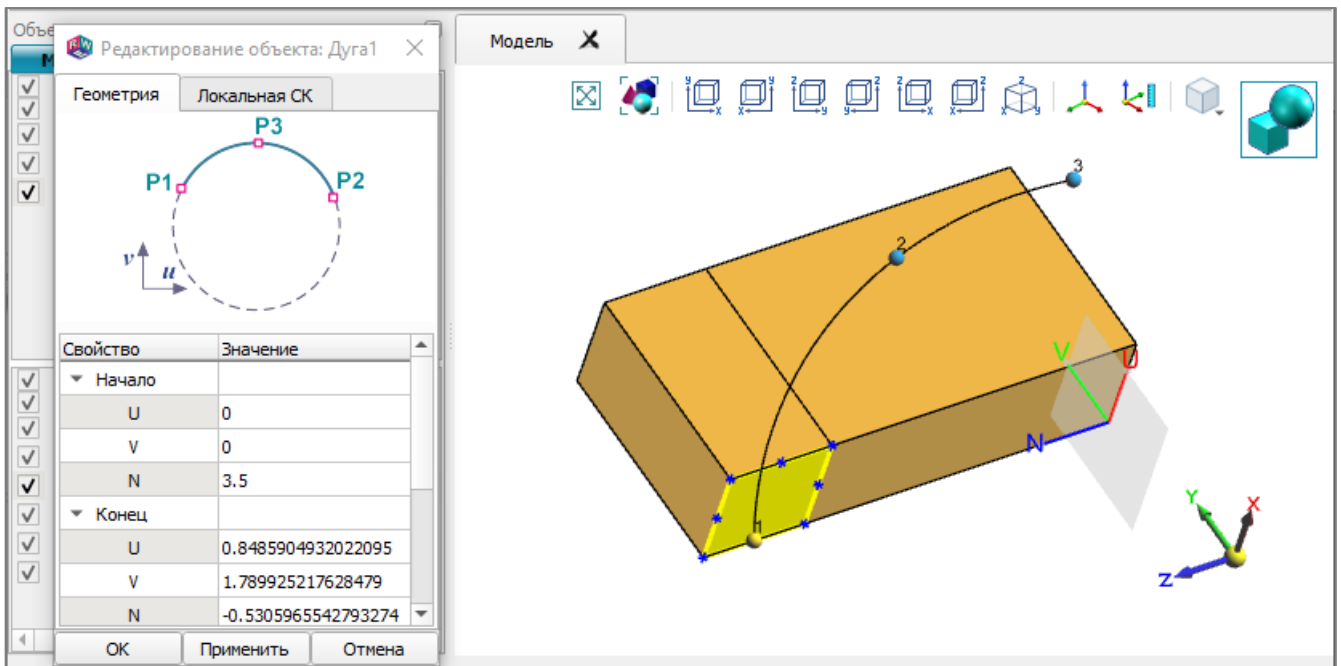

Рис. 26
3) для интерактивного редактирования координат точек дуги «захватить» точку курсором + левая кнопка мыши и переместить ее на новое место. При перемещении будут подсвечиваться точки привязки пересекаемых объектов, которые при совпадении их координат с координатами перемещаемой точки «притягивают» ее. При необходимости выполнить перемещение для всех точек дуги (рис. 26).